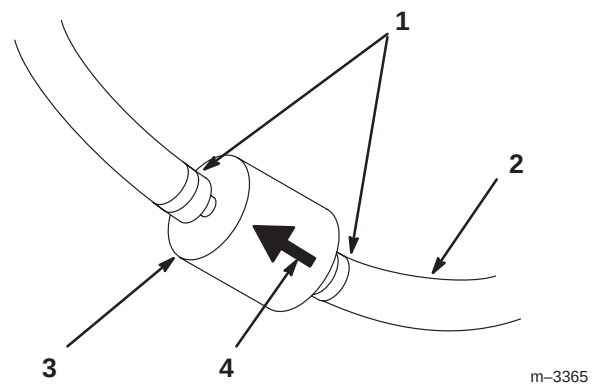

Bild 39
5. Drücken Sie die Enden der Schlauchklemmen zusammen und schieben Sie sie vom Filter weg (Bild 39).